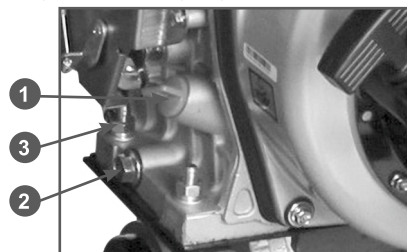

Рис. 3 Проверка уровня масла в картере
Для заправки моторного масла необходимо проверить уровень масла в картере (Рис.3):
2. Очистите от загрязнений зону вокруг маслозаливной горловины. Выкрутите крышку-щуп 1 (Рис. 3) из горловины, протрите щуп насухо.
3. Открутите сливной болт 2 (Рис. 3) и слейте масло в специальную емкость. Закрутите сливной болт.
4. Открутите болт 3 (Рис. 3) фиксации масляного фильтра и вытащите масляный фильтр.